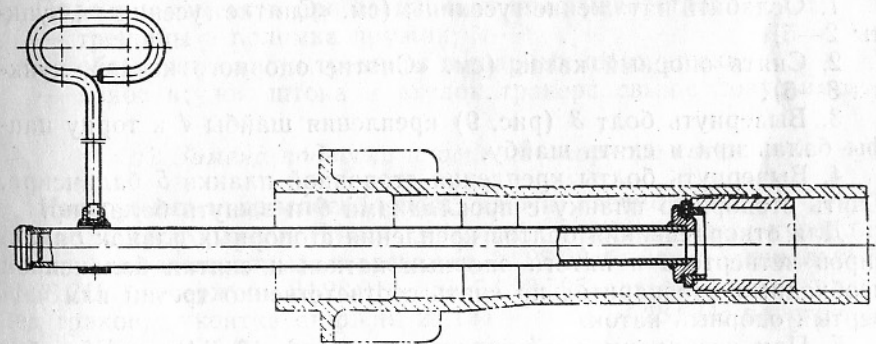

Рис. 15. Установка приспособления УК-12 для запрессовки внутренней втулки балансира
1. Промыть и протереть отверстия кронштейна под втулки. Запрессовать (рис. 15) внутреннюю втулку в отверстие при помощи приспособления УК-12А, а наружную втулку при помощи приспособления УК-13А (см. Технические условия, пп. а, б).
1. Промыть и протереть отверстия кронштейна под втулки. Запрессовать (рис. 15) поочередно внутреннюю втулку в отверстие при помощи приспособления УК-12А, а наружную втулку при помощи приспособления УК-13А (см. Технические условия на установку балансира переднего опорного катка, пп. а, б).